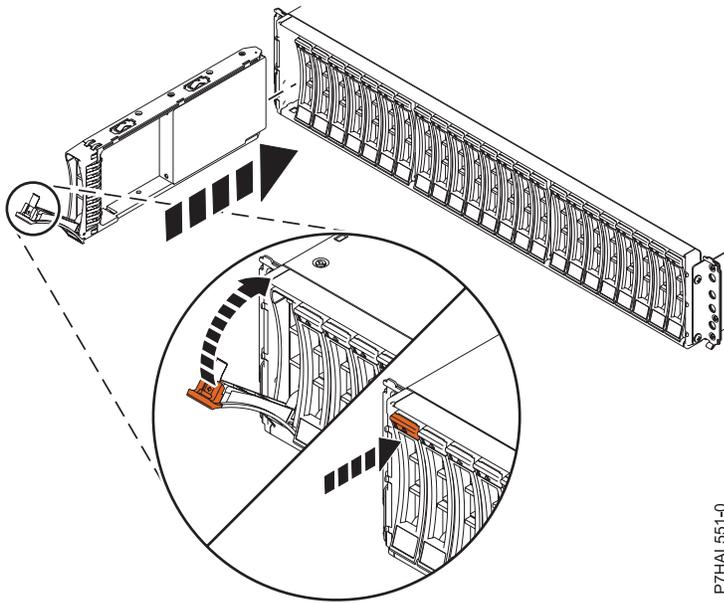

Figure 18. Installation de l'unité de disque dans le 58/87
1. Avec la poignée en position déverrouillée, comme illustré à la figure 18, à la page 25, maintenez l'unité par le dessous pour l'aligner avec les rails de guidage dans l'unité d'extension.